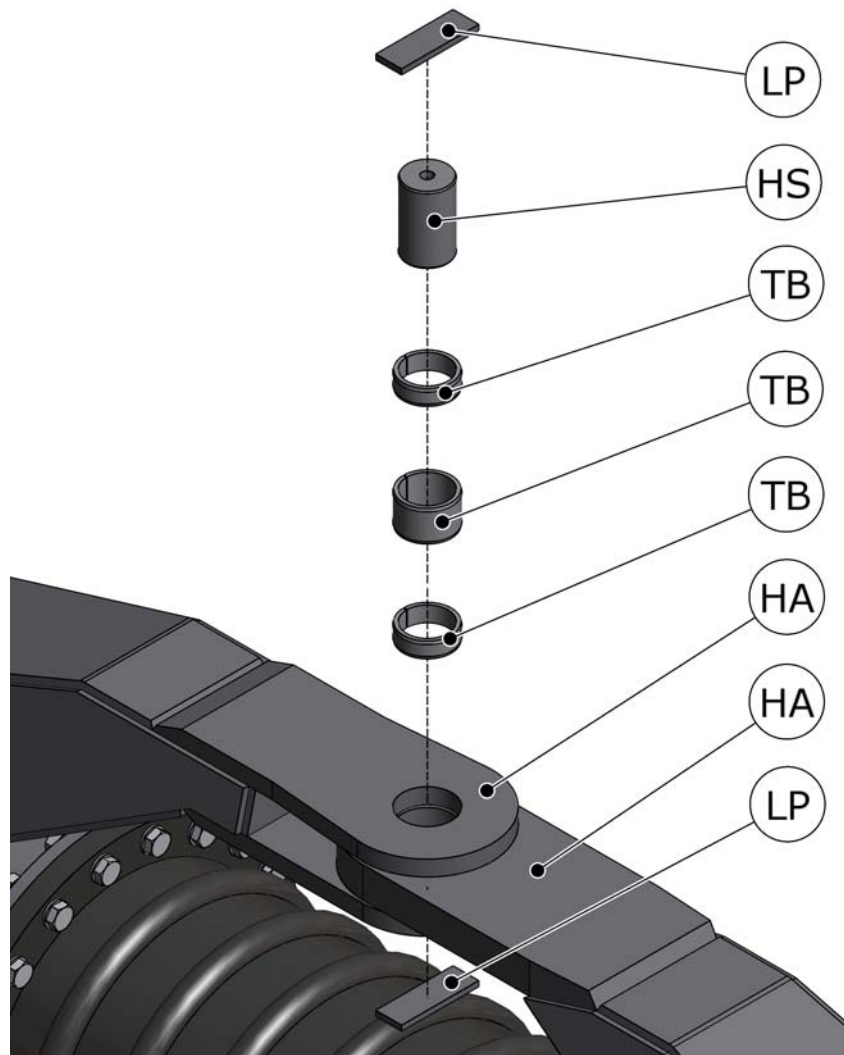

Figure 28 Remplacement des bagues de serrage du joint cardan / simple
3. Retirez les tôles de sécurité (LP, voir la Figure 28).
4. Retirez l'arbre de charnière (HS)